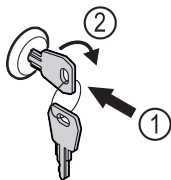

Fig. 150
- ▶ Włożyć kluczyk Fig. 150 (1).
- ▶ Przekręcić kluczyk o 90° w prawo Fig. 150 (2).